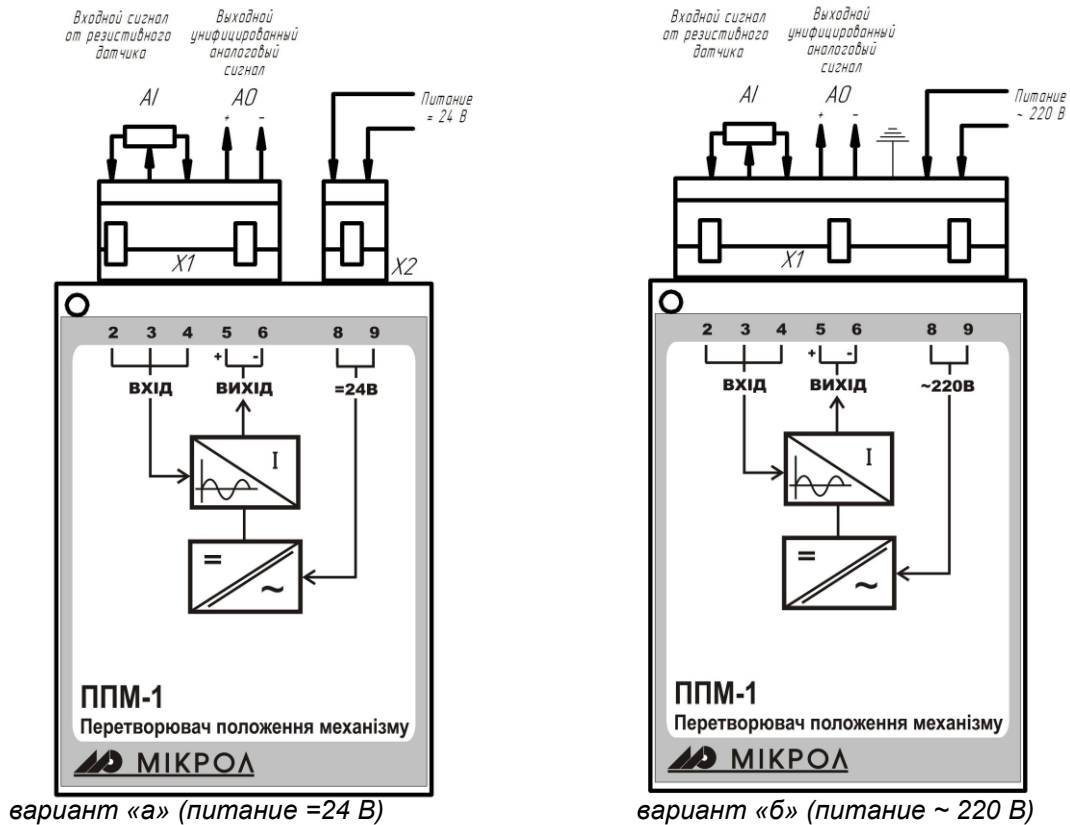

Рисунок 3.2 – Схема внешних соединений ППМ-1
- соединенными контактами 2,3,4 и 5,6 - соединителя X1; 8,9 – соединителя X2 – для преобразователя с питанием 24 В (см. рис. 3.2.а),
- соединенными контактами 2,3,4; 5,6 и 8,9 - соединителя X1 – для преобразователя с питанием 220 В (см. рис. 3.2.б).